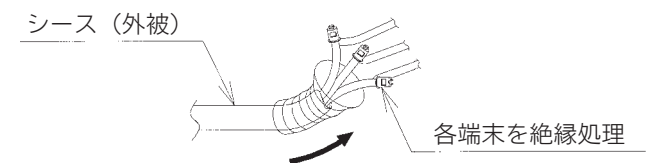

図7
1. 投光器の口出線(3心キャブタイヤケーブル)に接続する配線は、600Vビニル絶縁ビニルキャブタイヤケーブルと同等以上の性能を有するケーブルを使用し、投光器からの口出線の黒、白線に電源を結線してください。その際、結線には確実に絶縁処理を施してください。絶縁処理は導体部分のみではなくシース(外被)部も含めておこなってください。不十分な場合、電線からの浸水による絶縁不良や、ランプ不点の原因になることがあります(図7)。口出線の接続は電気設備技術基準の省令第7条、および同解釈第12条に従ってください(具体的な接続方法：内線規程1335-7参照)。